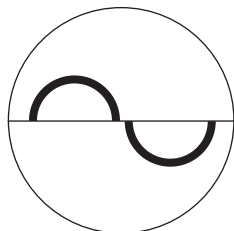

Abbildung 1: Halbkreisförmige Bilder in der Mitte des Sichtfeldes.
- Mit dem Spaltlampen-Joystickregler etwa nötige Korrekturen vornehmen, bis die applanierte Oberfläche als zwei halbkreisförmige, flächengleiche Oberflächen in der Mitte des Sichtfeldes beobachtet wird. (Abbildung 1). Geringfügige Abwärtseinstellungen mit dem Joystick wirken sich nicht auf die Größen der halbkreisförmigen Bilder aus.